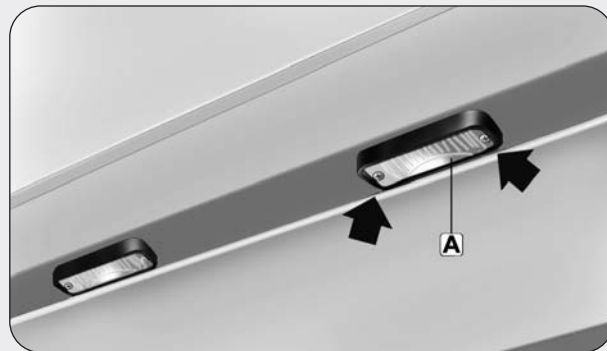

fig. 5
- Svitare le due viti di fissaggio e rimuovere la luce targa **A-fig. 5**.